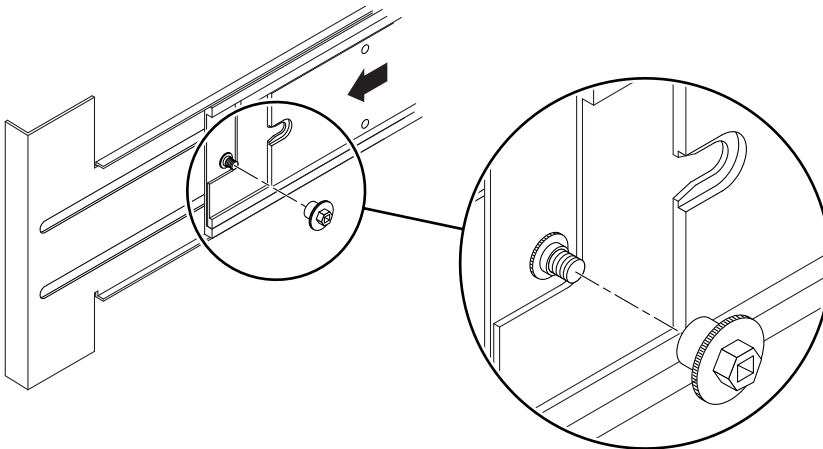

ABBILDUNG 1-16 Einsetzen und Fixieren der Fixiermutter
6. Setzen Sie von der Rückseite des Servers aus die Fixiermutter (eine Mutter pro Schiene) auf und ziehen Sie diese fest (**ABBILDUNG 1-16**).